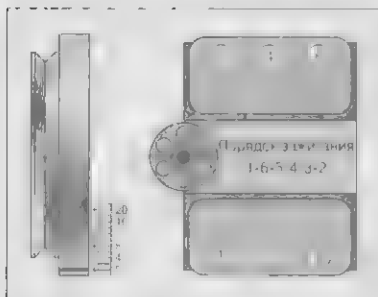

Рис. 12.7 Нумерация цилиндров и порядок зажигания на поперечном V-образном шестицилиндровом двигателе
- ✓ **На переднеприводных двигателях с поперечными V-образными двигателями** цилиндр №1 является цилиндр, расположенный со стороны водителя, и в ряду, ближнем к пассажирскому салону, за ним в ряд следуют четные цилиндры. Четные цилиндры расположены со стороны радиатора (рис. 12.7 и 12.8).
Искра распределяется по цилиндрам очень быстро, поэтому мы получаем равномерную работающий двигатель. Типичная последовательность зажигания для V-образного восьмицилиндрового двигателя Ford (у которого цилиндры с первого по четвертый расположены с одной стороны, а с пятого до восьмого — на противоположной) будет: 1-8-4-6-5-7-2-3. Порядок зажигания на рис. 12.7, 12.8 показан внутри каждого двигателя. При работе двигателя искра подается на цилиндры и вылавливает, что этот порядок зажигания горючей смеси позволяет избежать вибрации двигателя. Но помните, что все это происходит очень быстро.